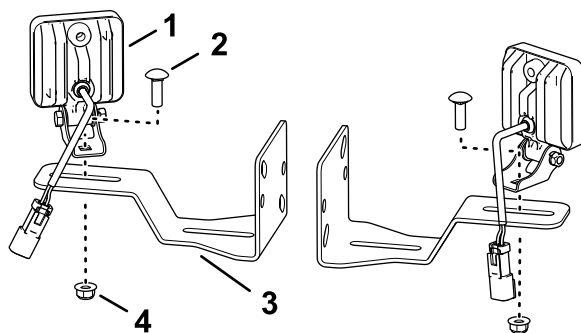

图 1
1. 如图 1 所示使用托架螺栓 5/16 x 1 英寸和凸缘锁紧螺母 5/16 英寸将 LED 灯组装到灯具安装支架上。